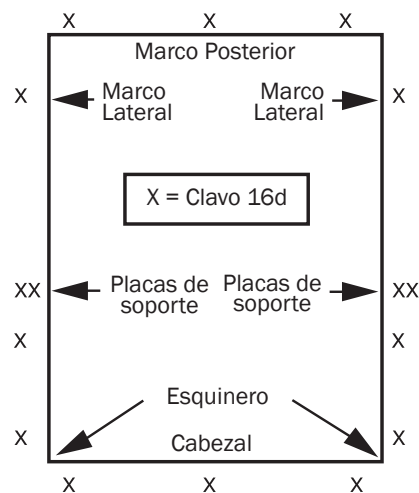

Figura 7
- Asegúrese de usar clavos de $\frac{1}{4}$ " de diámetro o tornillos en los agujeros de guía en las placas de soporte incluidos en el marco y en cada esquina a un lado del esquinero como se muestra en la Figura 7. Taladre los agujeros de guía, los cuales deben ser usados para evitar que el marco de la escalera se quiebre.